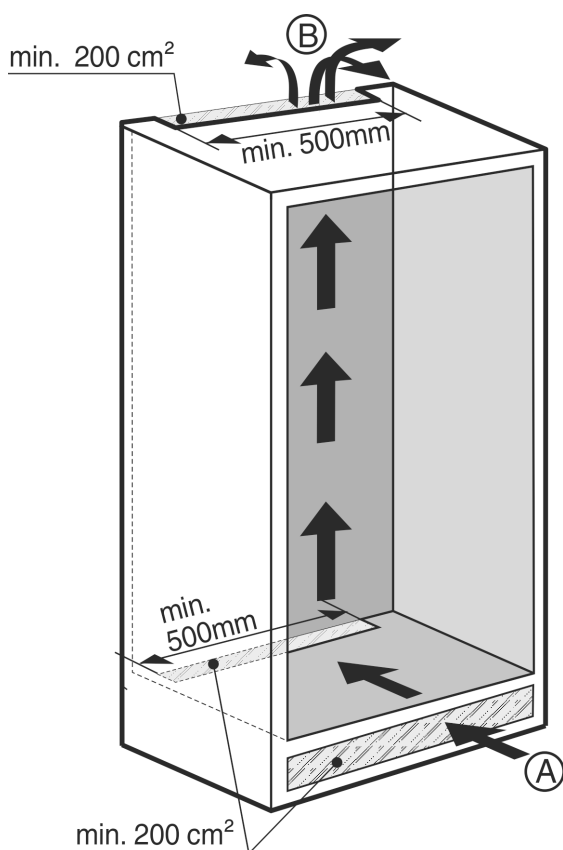

Fig. 3
- Es muss ein wirksamer Lüftungsquerschnitt von mindestens 200 cm2 pro Gerät an Lufteintritt Fig. 3 (A) und Luftaustritt Fig. 3 (B) vorhanden sein.